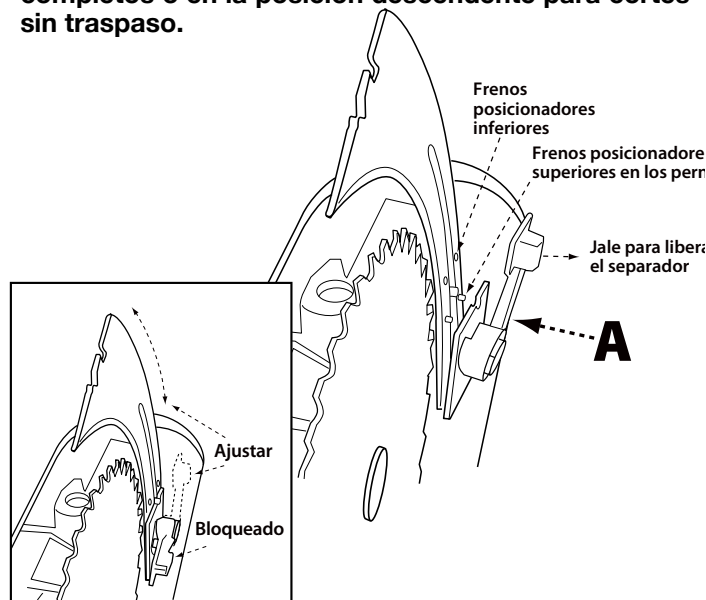

FIGURA 23
3. Jale la palanca de desbloqueo del separador (A) para liberar el separador del mecanismo de sujeción. Vea la Figura 23.
el botón rojo de restablecimiento (B) en el motor debajo de la sierra, que se muestra en la Figura 23 y vuelva a encender la sierra.